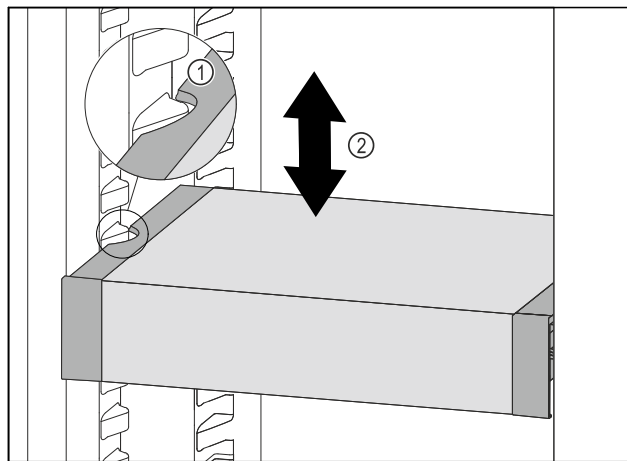

Fig. 198
- ▶ Táhněte VarioSafe dopředu, dokud nebudou boční vybrání VarioSafe na úrovni žebrování na nádoby v chladničce. Fig. 198 (1)
- ▶ Posouvejte VarioSafe v chladničce nahoru nebo dolů, dokud nedosáhnete požadované výšky. Fig. 198 (2)